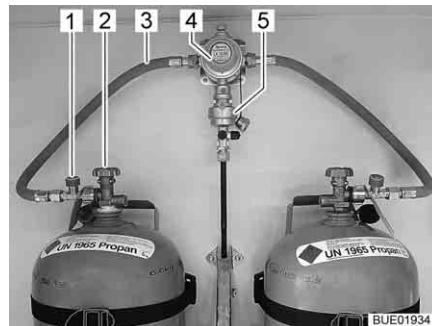
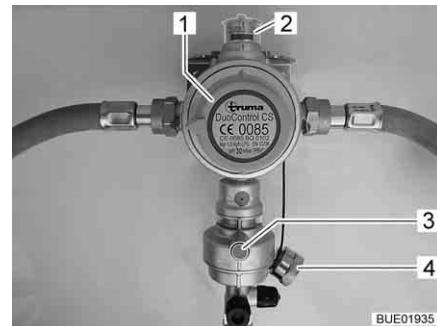
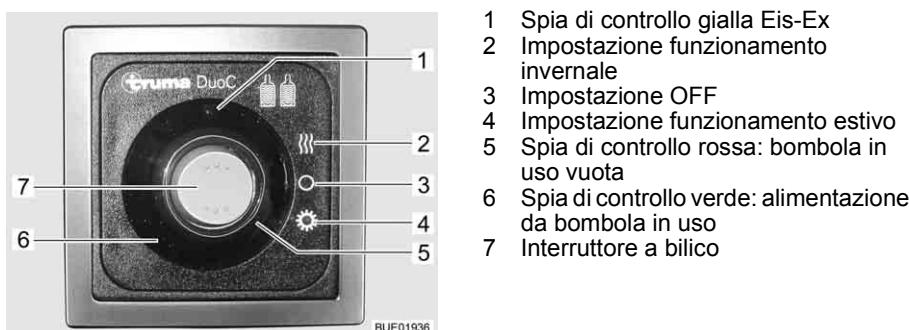

Fig. 63 Bombole del gas con DuoControl
Fig. 64 Impianto di regolazione DuoControl
Fig. 65 Centralina di controllo (DuoControl)
L'impianto di regolazione DuoControl consiste in una valvola di commutazione (Fig. 63,4) e un sensore crash (Fig. 63,5). L'impianto di regolazione DuoControl è installato tra i tubi flessibili del gas (Fig. 63,3) con un dispositivo antirottura del tubo flessibile (Fig. 63,1). Con la manopola (Fig. 64,1) sulla valvola di commutazione è possibile stabilire quale delle bombole del gas viene utilizzata come bombola in uso e quale come bombola di riserva.
Nella finestra di controllo (Fig. 64,2) viene visualizzato lo stato del rifornimento di gas:
Il funzionamento con una sola bombola del gas è consentito, ma in questi casi il collegamento aperto deve essere assolutamente chiuso con una copertura cieca (Fig. 64,4).
Sensore crash	Il sensore crash blocca l'alimentazione del gas in caso di forti vibrazioni (es. incidente). Il sensore crash viene azionato mediante pressione del tasto reset verde (Fig. 64,3).
Dispositivo antirottura del tubo flessibile	Il dispositivo antirottura del tubo flessibile (Fig. 63,1) blocca il flusso di gas quando il tubo flessibile collegato si rompe. Il dispositivo antirottura del tubo flessibile deve essere attivato premendo il tasto verde.
Centralina di controllo Tramite la centralina di controllo (Fig. 65) è possibile attivare e disattivare l'alimentazione del gas tramite l'impianto di regolazione DuoControl. Le valvole principali di arresto (Fig. 63,2) delle bombole del gas e i rubinetti di arresto del gas degli apparecchi devono essere aperti manualmente.
È possibile passare dal funzionamento estivo a quello invernale tramite l'interruttore a bilico (Fig. 65,7) della centralina di controllo.
Le due spie di controllo sulla centralina di controllo indicano il livello di riempimento della bombola in uso. Quando la spia di controllo verde (Fig. 65,6) è accesa, la bombola in uso è sufficientemente piena. Se è accesa la spia di controllo rossa (Fig. 65,5), la bombola in uso è vuota. Il rifornimento di gas avviene poi tramite la bombola di riserva.
- Con la manopola (Fig. 64,1) sulla valvola di commutazione selezionare la bombola del gas, da cui proviene la principale alimentazione del gas (bomba in uso). Girare la manopola fino all'arresto.
- Aprire le valvole principali di arresto (Fig. 63,2) delle bombole del gas.
- Premere il tasto verde del dispositivo antirottura del tubo flessibile (Fig. 63,1). Nella finestra di controllo (Fig. 64,2) viene visualizzato il simbolo verde.
- Sulla centralina di controllo (Fig. 65) attivare l'impianto di regolazione Duo-Control. Posizionare l'interruttore a bilico (Fig. 65,7) su funzionamento invernale (Fig. 65,2) oppure su funzionamento estivo (Fig. 65,4). La spia di controllo gialla Eis-Ex (Fig. 65,1) si accende quando si seleziona il funzionamento invernale.
- Portare l'interruttore a bilico (Fig. 65,7) nella posizione OFF (Fig. 65,3). Le spie di controllo si spengono.
- Chiudere le valvole principali di arresto (Fig. 63,2) delle bombole del gas.
Se la spia di controllo verde (Fig. 65,6) si spegne durante il funzionamento e la spia di controllo rossa (Fig. 65,5) si accende, significa che la bombola in uso è vuota e deve essere sostituita. Nella finestra di controllo (Fig. 64,2) viene visualizzato il simbolo rosso. La bombola di riserva continua ad alimentare le utenze a gas.
- Ruotare di mezzo giro la manopola (Fig. 64,1) in direzione della bombola del gas utilizzata. In questo modo questa bombola del gas ora è la bombola in uso, mentre la bombola del gas vuota diventa la bombola di riserva. Il simbolo nella finestra di controllo (Fig. 64,2) passa da rosso a verde.
- Chiudere la valvola principale di arresto (Fig. 63,2) della bombola del gas vuota. Osservare la direzione della freccia.
- Premere il tasto verde del dispositivo antirottura del tubo flessibile (Fig. 63,1).